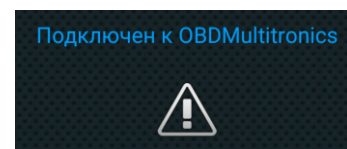

Рис. 3. Успешное подключение
5. В случае, если все сделано правильно, появится всплывающее окно об успешном сопряжении с МК (рис. 3).